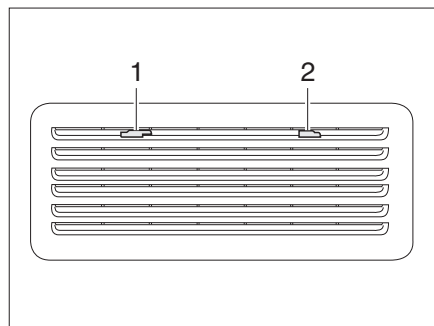
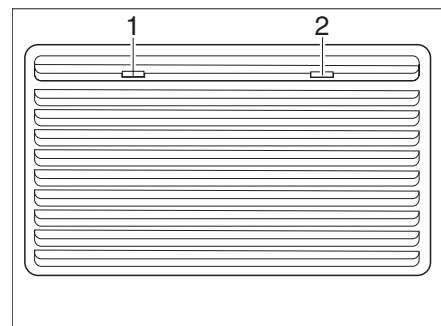

Fig. 143 Griglia di aerazione del frigorifero (Thetford piccolo)
Fig. 144 Griglia di aerazione del frigorifero (Thetford grande)
- Spingere gli arresti (Fig. 143,1 e 2 o Fig. 144,1 e 2) verso il centro.